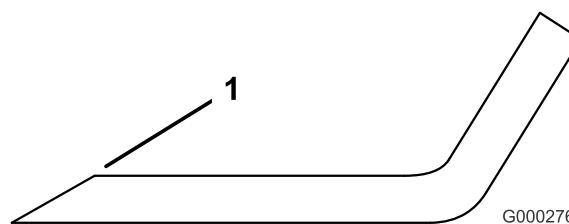

Figura 64
1. Utilice una lima para afilar el filo de corte en ambos extremos de la cuchilla (Figura 64). Mantenga el ángulo original. La cuchilla permanece equilibrada si se retira la misma cantidad de material de ambos bordes de corte.